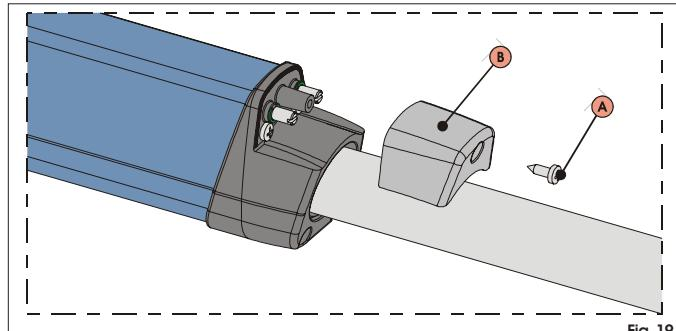

Fig. 19
1) Destornille el tornillo de fijación superior, Fig.19 ref.A, y extraiga la tapa, Fig.19 ref.B.
- 5) Reponga de nuevo la tapa, Fig.19 ref.B, y apriete el tornillo de fijación, Fig.19 ref.A.